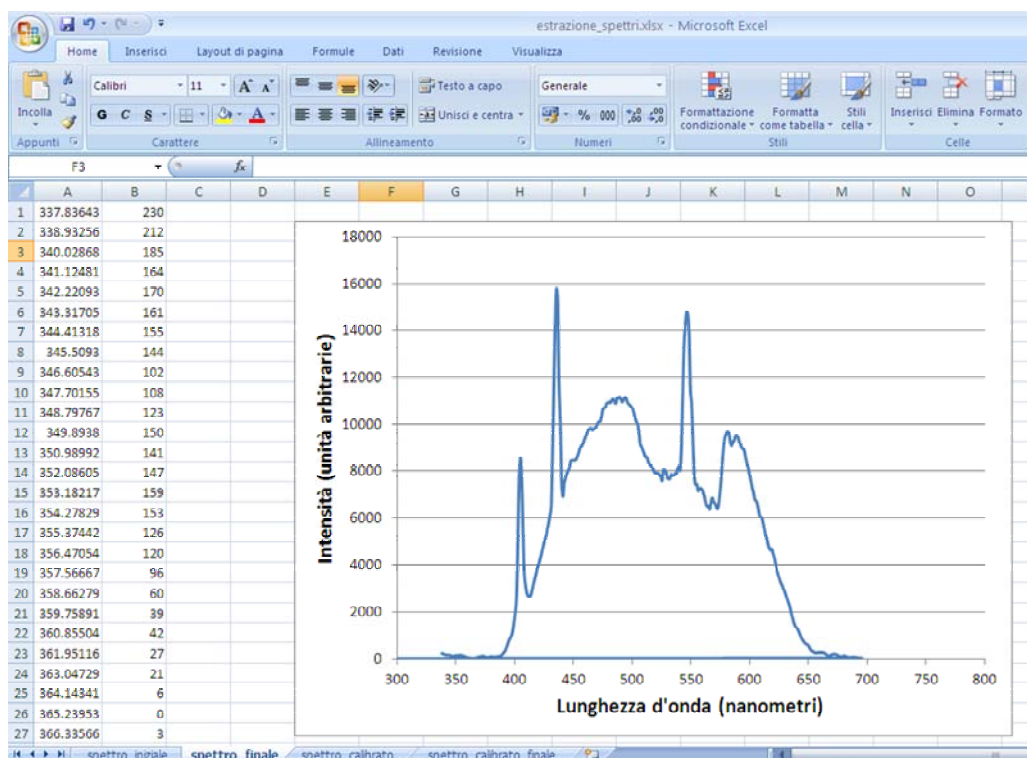

Figura 14: spettro calibrato, graficato in automatico nel Foglio Spettro_finale.
6) Nel Foglio *spettro_finale* si ottiene lo spettro con lunghezze d'onda calibrate, e il corretto grafico dell'intensità totale in funzione della lunghezza d'onda (Figura 14).